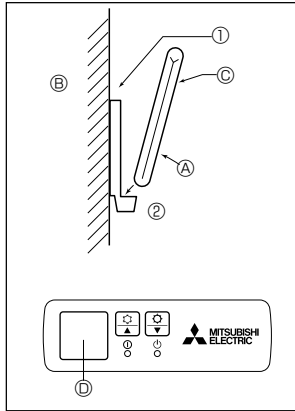
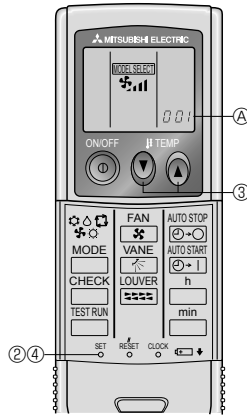

Fig. 6-5
Fig. 6-6
2) Montaj yöntemi (Fig. 6-5)
① Uzaktan kumanda ünitesi yuvasını iki kılavuz vidayla istenen yere tespit ediniz.
② Uzaktan kumanda ünitesinin alt tarafını yuvarın içine yerleştiriniz.
3) Ayar (Fig. 6-6)
① Pilleri takın.
② Sivri uçlu bir şeyle SET (ayar) düğmesine basın.